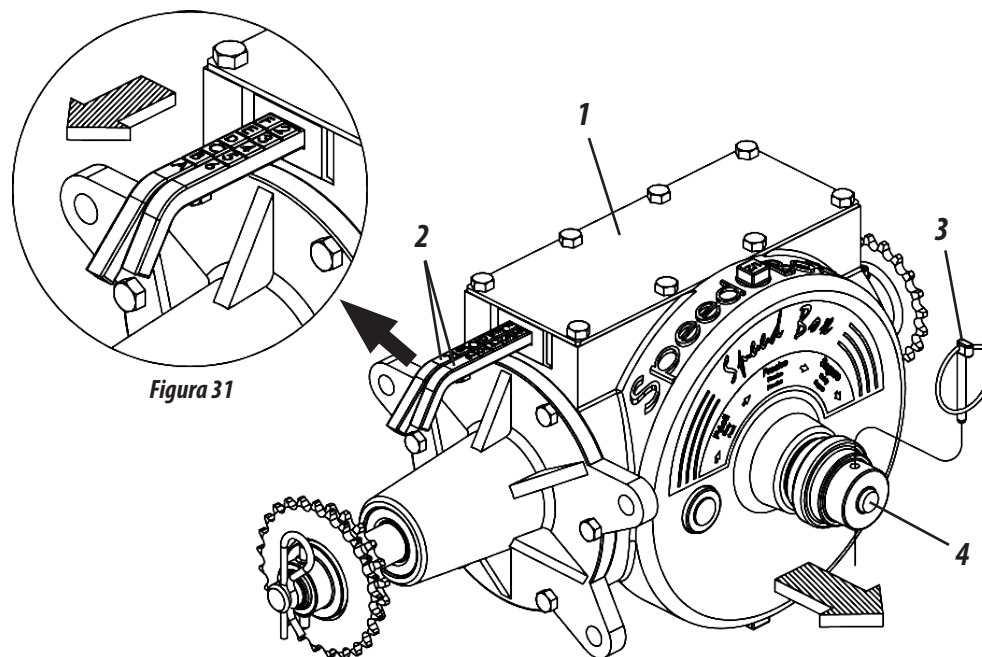

Figura 31
SPEED BOX (FIGURA 31)
- 1- Selecione a quantidade desejada nas tabelas e verifique a combinação correspondente nas alavancas (2). **Exemplo:** Posição **F2** na tabela, indica que a alavanca com letras deve estar na posição **"F"** e a alavanca com números deve estar na posição **"2"**, **conforme mostra a figura 31.**
- 2- Para movimentar as alavancas, retire a trava (3), puxe a manopla (4), em seguida, regule as alavancas conforme exemplo acima. Ao terminar a combinação, retorne a manopla (4) e recoloque a trava (3).